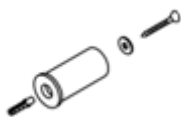

Fig. 2
4. Coloque os suportes na parede com maior diâmetro ( $\varnothing 26$ ) (como se mostra na figura) com os 4 parafusos para as buchas de 8 mm e as 4 arruelas correspondentes (Fig. 2).